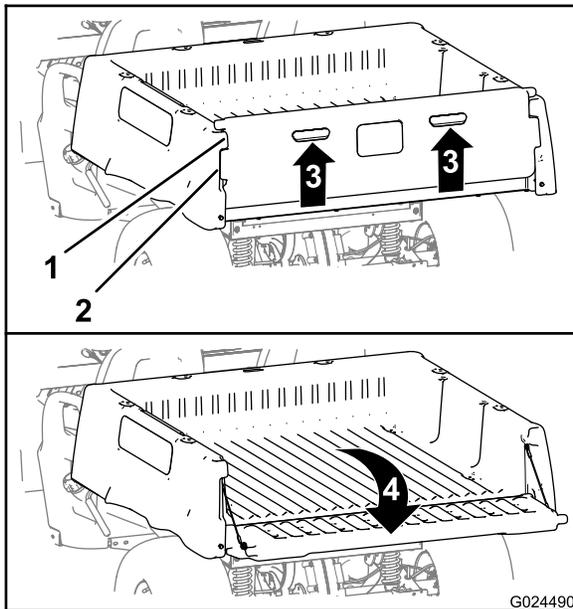

Figure 16
- Passez les doigts dans les poignées du hayon pour le soulever (Figure 16).
- Alignez les bords de verrouillage du hayon sur les ouvertures entre les bords de verrouillage du plateau de chargement (Figure 16).
- Faites pivoter le hayon vers l'arrière et le bas (Figure 16).
- Faites pivoter le hayon vers le haut et l'avant jusqu'à ce que les bords de verrouillage soient au niveau du creux dans le plateau de chargement (Figure 16).
- Abaissez le hayon jusqu'à ce qu'il soit de nouveau engagé à l'arrière du plateau de chargement (Figure 16).